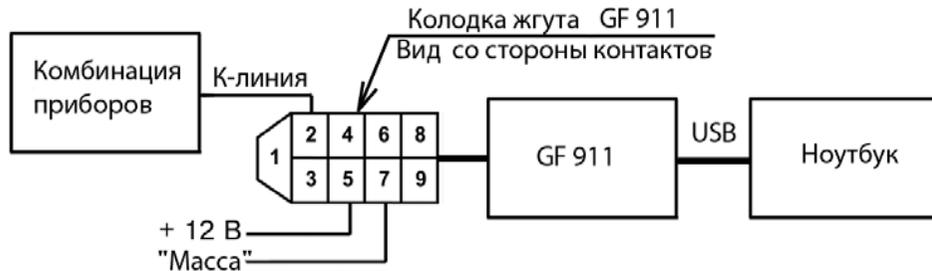

Рис.6. Схема подключений для обновления ПО комбинации приборов GF 683.
- подключить контакты "+", "масса" и "К-линия" 9-ти контактного разъема программатора к разъему диагностики автомобиля согласно приведенной на Рис. 6 схеме. Снять клемму "+" аккумулятора автомобиля. Переход в режим обновления ПО осуществляется присоединением клеммы "+" аккумулятора при нажатой кнопке в левом углу комбинации.